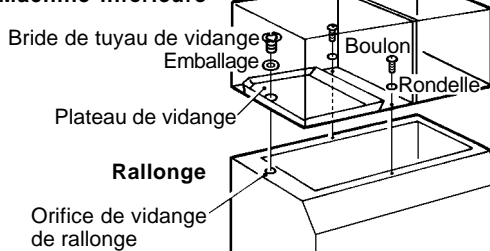

Fig. 6
- 5) Fixez la machine inférieure (modèle X) au-dessus du bac de stockage. Voir Fig. 6.
- 6) Fixez la machine inférieure en vissant les deux boulons et les deux rondelles en plastique fournis. Voir Fig. 6.
- 8) [P-200SD] Alignez l'orifice de vidange du bac de stockage à l'orifice du plateau de vidange. Insérez l'emballage (accessoire du bac) et serrez la bride du tuyau de vidange (accessoire du bac) à la valeur de couple de 39.2 Nm. Voir Fig. 6.